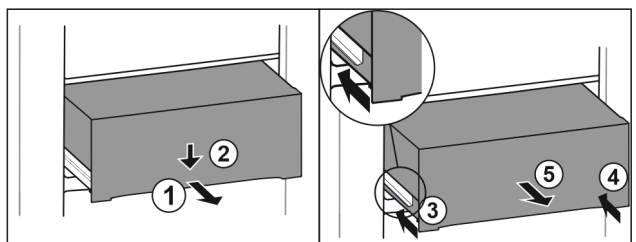

Fig. 114
- ▶ Zásuvku napůl vytáhněte. Fig. 114 (1)
- ▶ Stlačte zásuvku na přední straně dolů. Fig. 114 (2)
- ▶ Zasuňte levou kolejničku přibližně do 2 cm. Fig. 114 (3)
- ▶ Zasuňte pravou kolejničku přibližně do 2 cm. Fig. 114 (4)
- ▶ Vyjměte zásuvku dopředu. Fig. 114 (5)